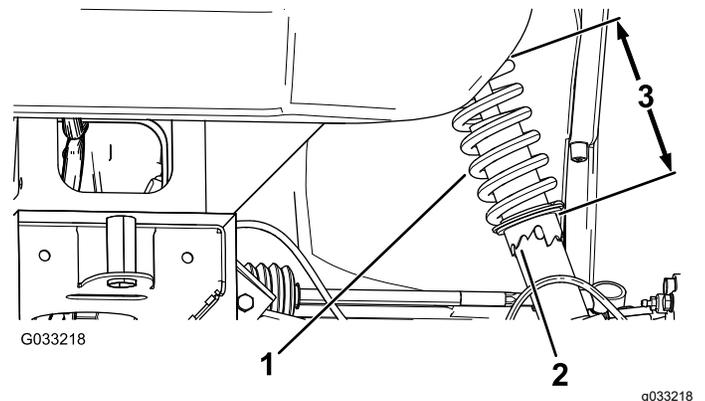

图 58
1. 使用工具Toro 零号 132-5069 旋转减震器上的锁止环改变弹簧的长度图 58。